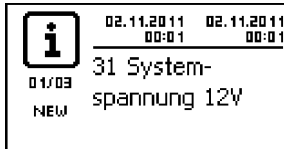
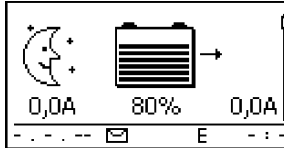

Abb. 5: Ereignismeldung mit der erkannten Systemspannung (im Bsp.: 12 V)
Abb. 6: Grundstellung der Statusanzeige
2.  Externe Batteriesicherung einschalten: Sicherungseinsatz in den Sicherungshalter einsetzen (Schmelzsicherung) oder den DC-Leitungsschutzschalter einschalten. Der Regler geht automatisch in Betrieb und zeigt nach wenigen Sekunden die erkannte Systemspannung (= Batteriespannung) in einer Ereignismeldung an (Abb. 5).
3.  Die in Abb. 5 angezeigte Systemspannung notieren.
4.  Taste „ESC“ drücken, um die Ereignismeldung zu bestätigen. Die Grundstellung der Statusanzeige erscheint (Abb. 6).
6.  Werden Abb. 5 und Abb. 6 nicht angezeigt, Installation prüfen und bei Bedarf den Fehler anhand  15, S. 53ff beheben.